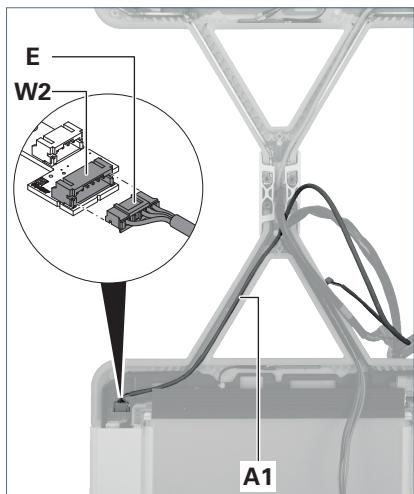

Fig. 11: Branchez le câble de commande.
- ▶ Posez le câble de commande **A1** du jeu de câbles dans le bras de support de la tête du luminaire 2, voir Fig. 11.